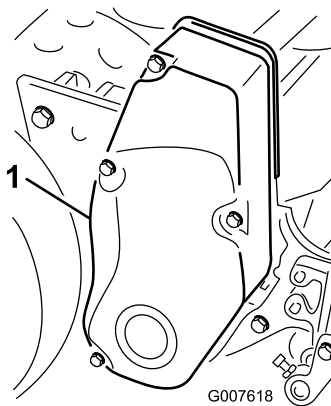

Figura 41
1. Retire las fijaciones de la cubierta de la correa y la cubierta para tener acceso a la correa (Figura 41).